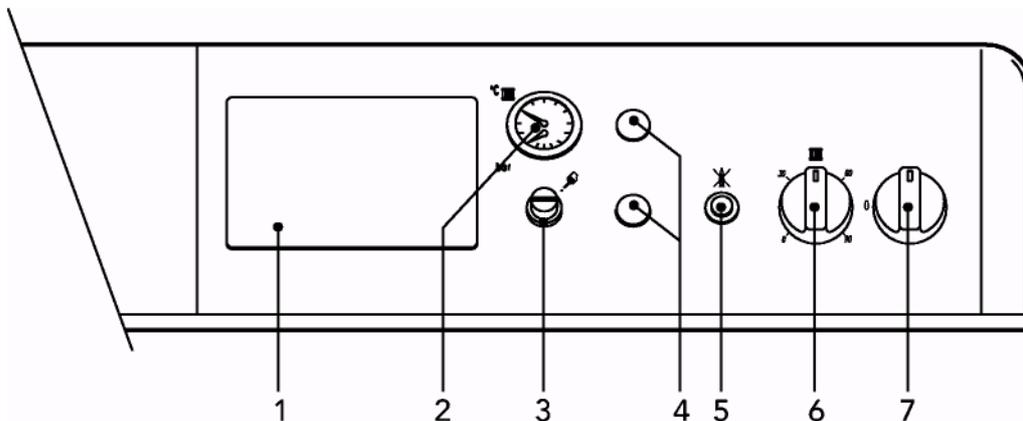

рис. 1
- Приведите переключатель котла "8" в положение 1 (рис. 1).
- Если котел снабжен центральным электронным термостатом, установленным в положение 1 на рис. 1, пользователь должен также следовать инструкциям, предоставленным производителем этого термостата.
При повороте рукоятки 7 на рис. 1 по часовой стрелке, температура воды для нагрева увеличивается, а при повороте против часовой стрелки уменьшается. Температура может варьироваться от минимальной 30° до максимальной 90°. Однако мы рекомендуем не задавать при работе котла температуру ниже 45°.
Задайте при помощи термостата среды нужную вам температуру в помещениях. По команде термостата среды котел начнет работать, и вода в оборудовании будет нагрета до температуры, заданной термостатом регулировки котла 7 на рис. 1. По достижении нужной температуры в помещениях, генератор отключается.
Давление подачи в холодное оборудование, отмечаемое водомером котла пункт 2 на рис.1, должно составлять около 1,0 бар. Если во время работы котла давление в оборудовании падает (из-за испарения растворенных в воде газов) до значений ниже указанного минимума, пользователь должен довести его до первоначального значения при помощи вентилей подачи. По окончании операции нужно обязательно закрыть вентиль подачи воды.